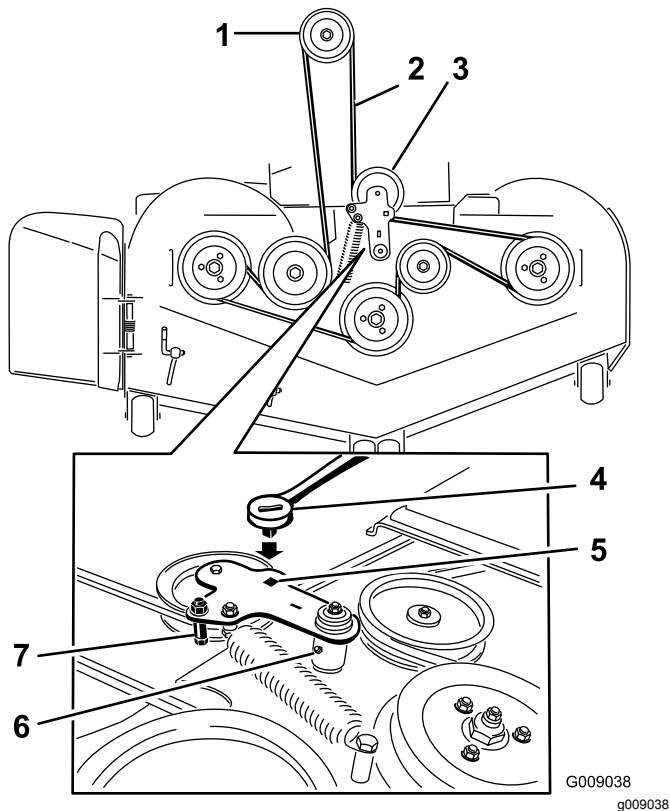

Figura 91
7. Utilize uma lingueta no orifício quadrado no braço intermédio para retirar a tensão da mola intermédia (Figura 91).
9. Retire a guia da correia no braço intermédio da mola (Figura 91).
11. Instale a nova correia à volta das polias do cortador e da polia da embraiagem por baixo do motor (**Figura 91**).
12. Coloque a guia da correia no braço intermédio (**Figura 91**).
13. Utilizando a lingueta no orifício quadrado, instale a mola intermédia (**Figura 91**).